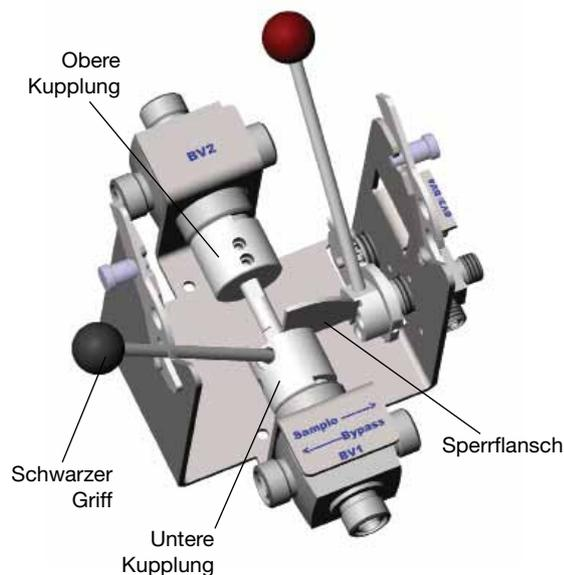

Abb. 1
1. Das FLM durch Drehen des schwarzen Griffs (BV1/BV2) nach links in den Bypass-Modus bringen. Abb. 1.
4. Konfigurationen 3 und 4 - Das Spülventil (PV) öffnen.
6. Anhand des auf dem Manometer (PI) angezeigten Drucks überprüfen, dass das FLM druckentlastet ist.
1. Den schwarzen Griff nach links drehen, um das System in den Bypass-Modus zu bringen. Abb. 1.